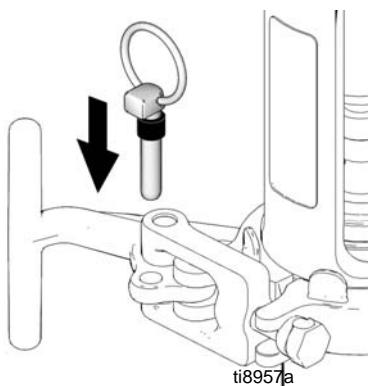

FIG. 22
- (Fig. 22) Luk klemmen (247) omkring pumpen (111) og skub denne for at lukke.